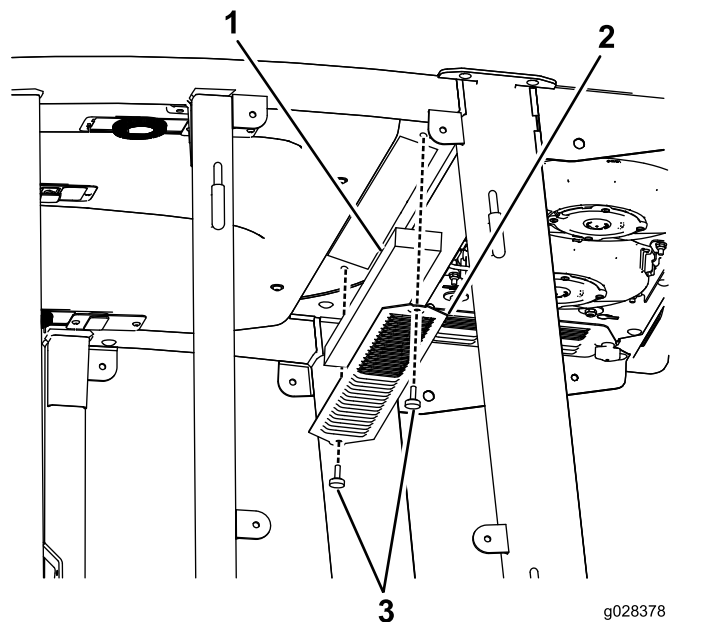
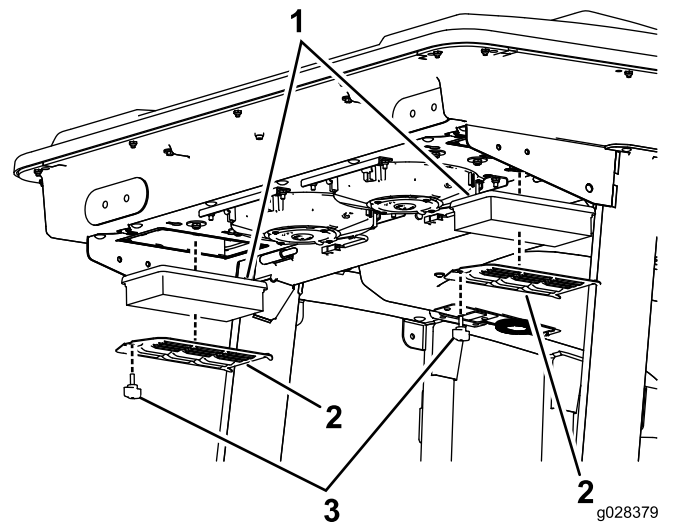
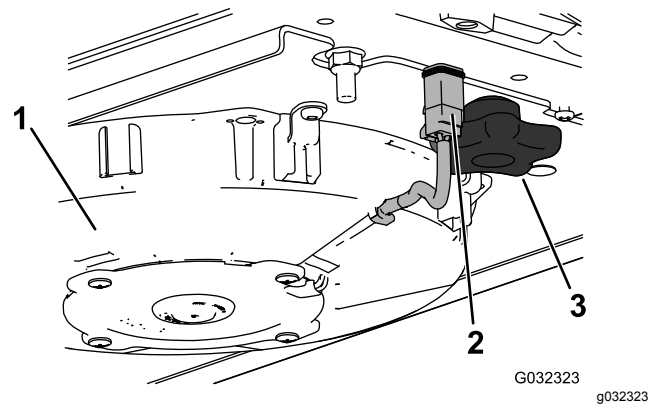
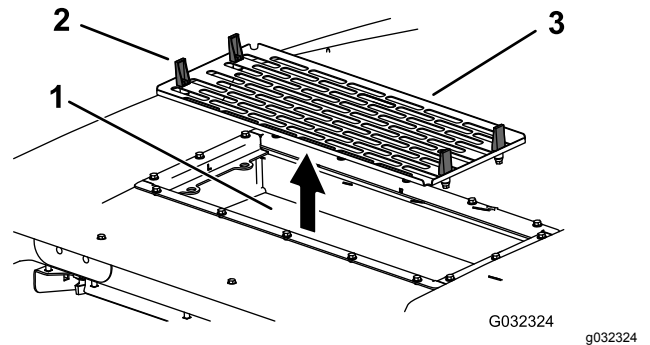

Bild 92
Bild 93
Bild 95
Bild 96
1. Nehmen Sie die Schrauben und Gitter von den internen und hinteren Kabinenluftfiltern ab (**Bild 92** und **Bild 93**).
4. Entfernen Sie die Luftfilter (siehe Bild 93).
6. Bauen Sie Luftfilter, Gitter und Klimaanlage wieder ein (Bild 93, Bild 95 und Bild 96).
7. Schließen Sie das Kabel jedes Lüfters an (Bild 95).